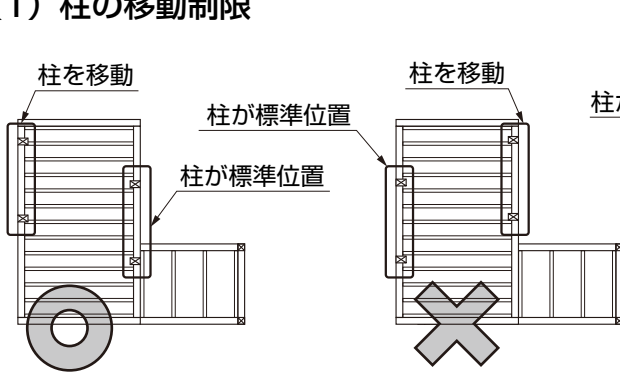

図1-8 奥行きフレームに接続する場合
- Gルーフフリータイプを接続するフレームの下に取付く柱は移動することはできません。(接続しないフレームの下の柱は移動可能) (図1-8参照)